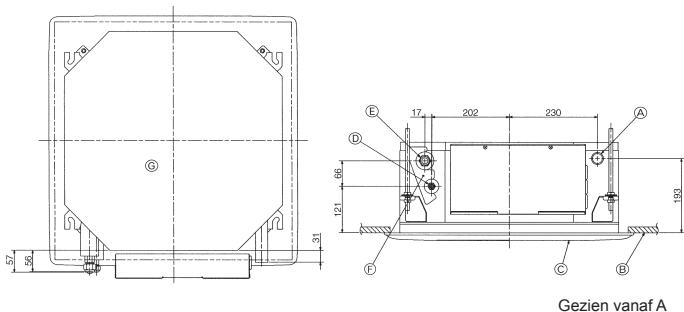
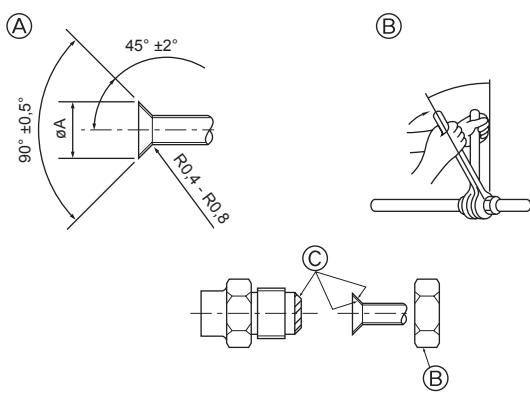

Fig. 3-1
Fig. 3-2
3.1. Locaties van koelleidingen en draineerbuisen van het binnenapparaat (Fig. 3-1)
- ④ Afvoerdeeling
⑤ Plafond
⑥ Rooster
⑦ Koelleiding (vloeistof)
⑧ Koelleiding (gas)
⑨ Inlaat voor waterlevering
⑩ Het apparaat
3.2. Aansluiten van de pijpen (Fig. 3-2)